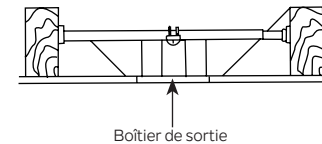

Fig. 3
**REMARQUE :** Selon l'endroit que vous avez choisi pour l'installation, vous devrez peut-être acheter et installer une « suspente de solive » pour soutenir le boîtier de sortie. Assurez-vous que la suspente de solive que vous achetez a été conçu pour être utilisé avec des ventilateurs de plafond. (Fig. 3)